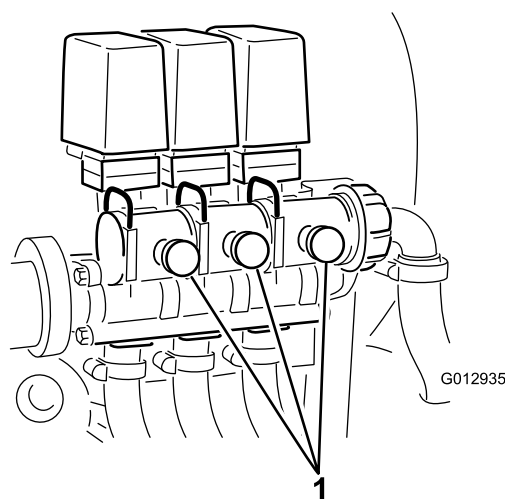

図 43
12. OFF にしたブームのブーム・コントロール・バルブについているバイパス・バルブ（図 43）を使って、上記手順9で設定した水圧と同じ水圧に調整する。